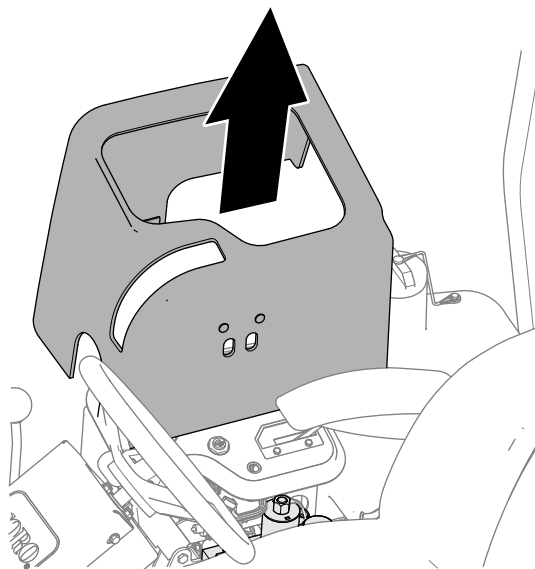

Рисунок 93
3. Поднимите крышку консоли управления (Рисунок 93) на магнитном креплении, чтобы открыть доступ к коллектору газонокосилки.